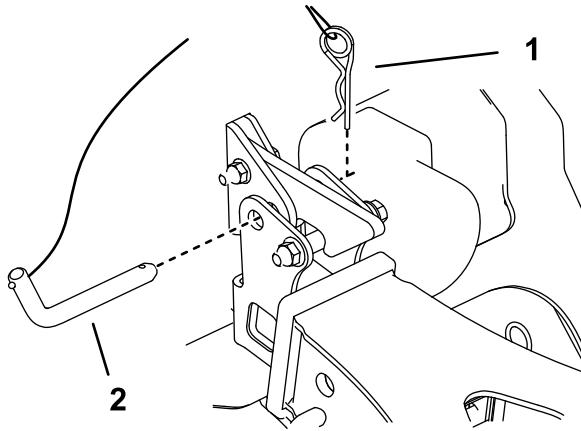

Figure 22
- Utilisez la goupille d'attelage et la goupille fendue pour fixer la souffleuse au dispositif d'attelage (Figure 22).